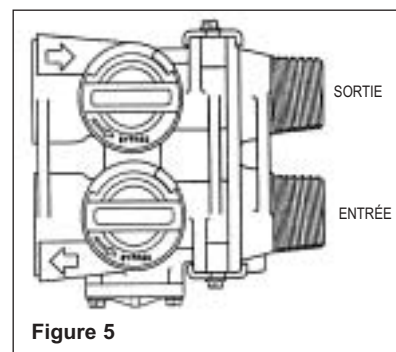

Figure 5
3. Coupez les conduites d'alimentation d'eau principale de façon à pouvoir rattacher la soupape de contrôle à la tuyauterie et installez la soupape de détournement (figure 5, page 6).